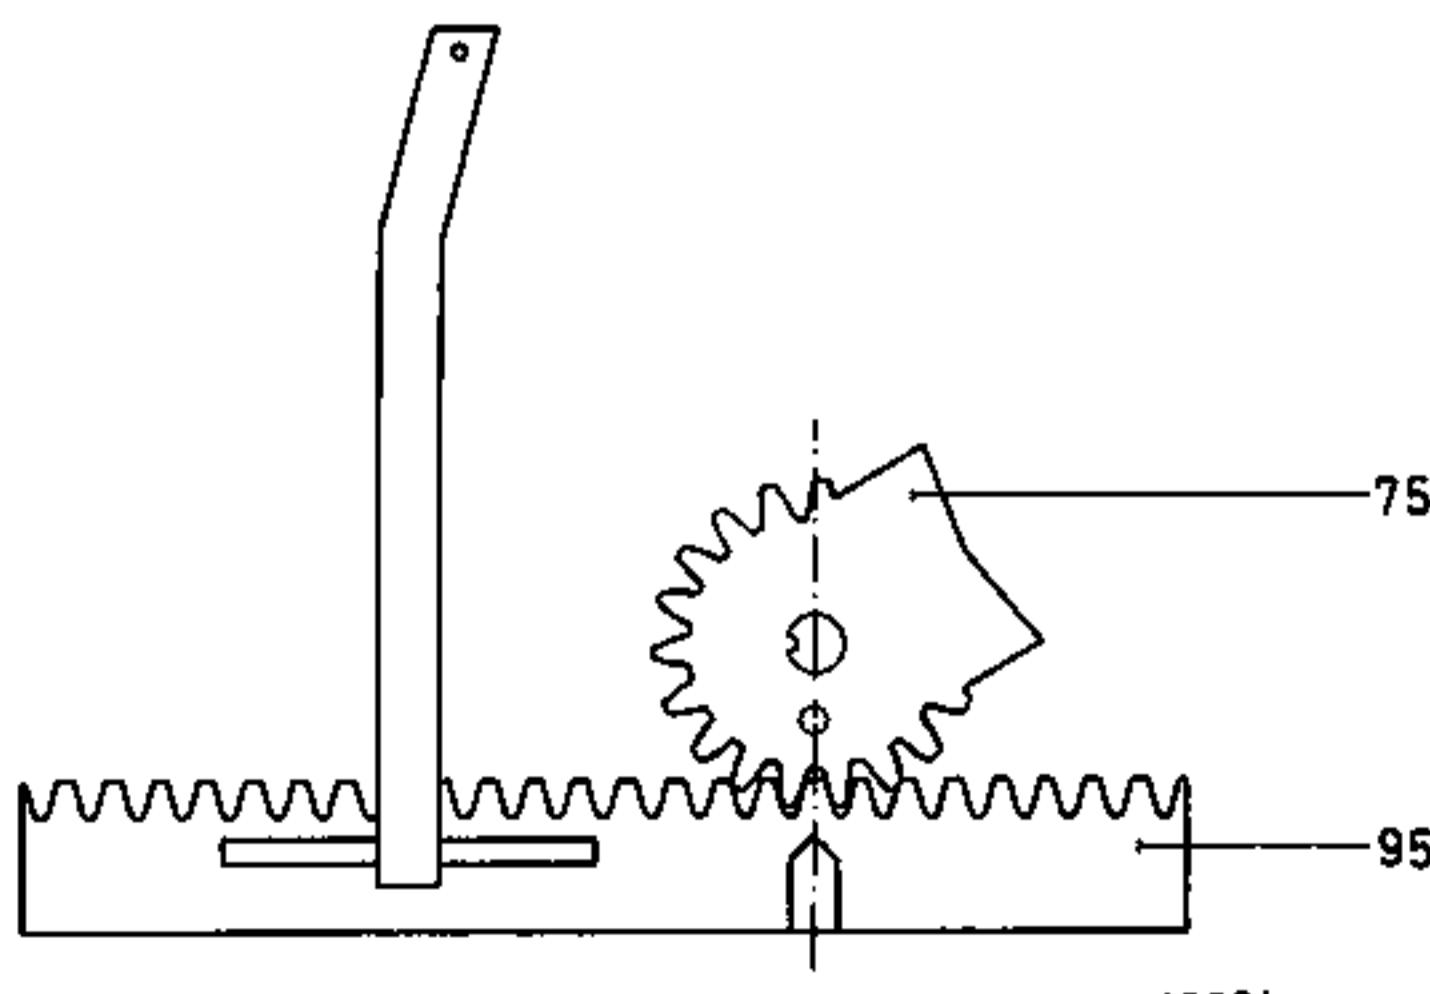

Fig. 1
- Mount gearwheel 75 and guide bracket 95 as shown in Fig. 1.
- Procéder au montage de la roue dentée 75 et de l'étrier-guide 95, selon la fig. 1.
- El montaje de la rueda dentada 75 y de la palanca de guía 95 debe ser efectuado según indica la fig. 1.
- De montage van tandwiel 75 en geleidingsbeugel 95 moet geschieden volgens fig. 1.